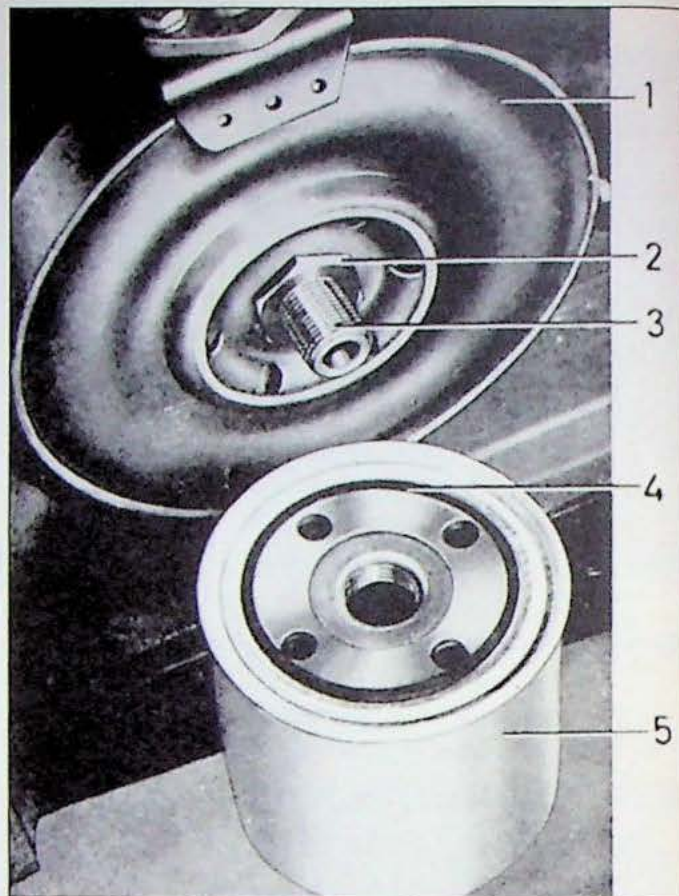

Fig. 1.20. Olienkoeler en oliefilter.
3. Draai de moer van de nippel (2, Fig. 1.20) voor de olienkoeler los en verwijder deze.